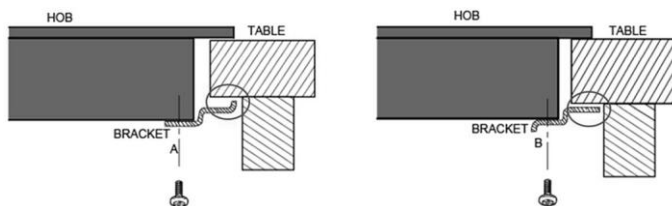

Fig. 6
- Prestare attenzione affinché le staffe di montaggio non siano a contatto con le superfici interne del piano di lavoro (vedi fig. 6).